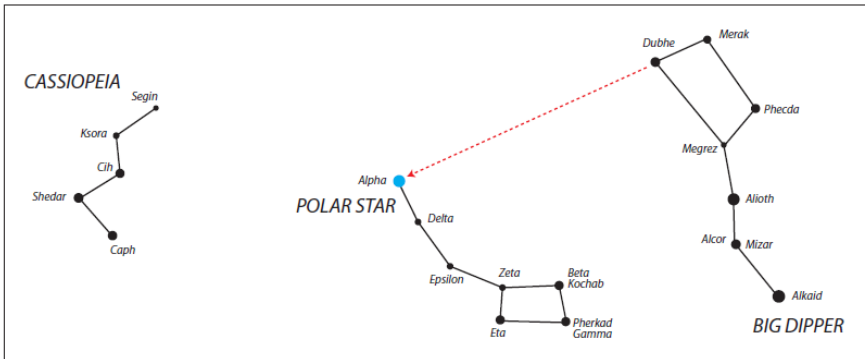

Fig. 2a
2. Tracez une ligne imaginaire de l'étoile du bas (Merak) à l'étoile du haut (Dubhe). Suivez la ligne jusqu'à la première étoile brillante que vous voyez (5 fois la distance entre les 2 étoiles). Cela devrait être Polaris (Fig. 2a).